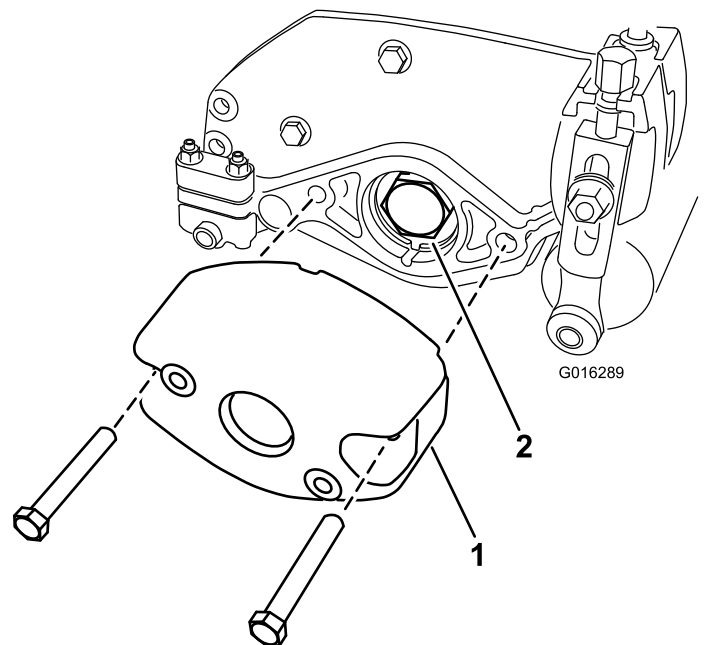

図 2
5. カウンタウェイトをCuttingユニットの右側端部に固定しているボルト2本とナットを外す。カウンタウェイトを外す 図 2。
6. リールのシャフトからベ어링ナットを外す 図 2。